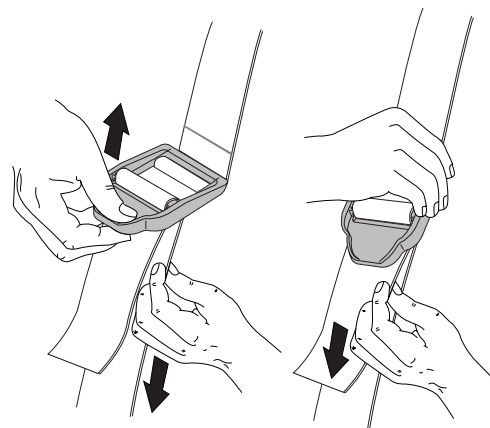

Fig. 8
4. Ajuste la longitud a la medida del operador. Tire de la lengŸeta para alargarla, tire de la correa para acortarla (Fig. 8).